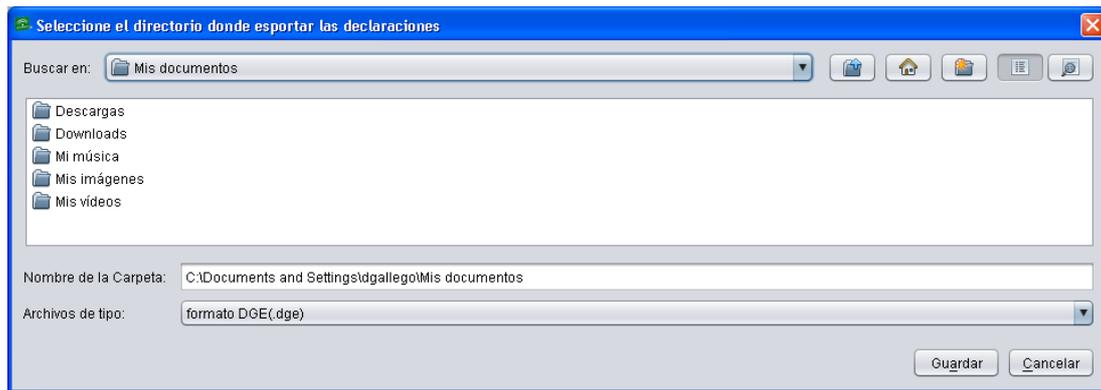
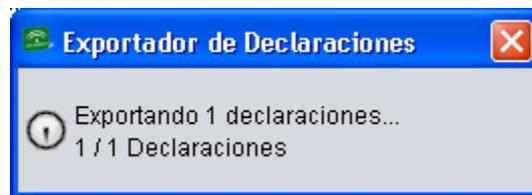
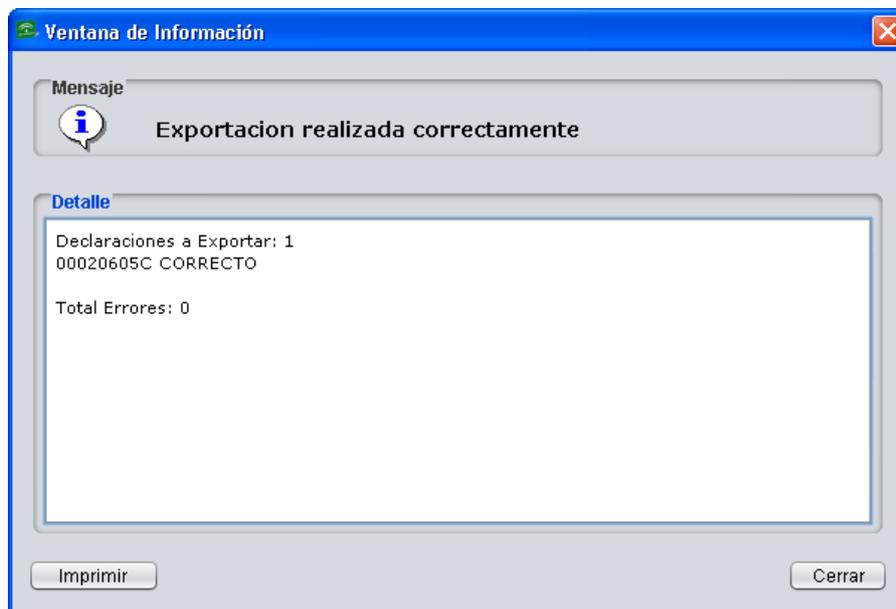

Fig. 308
Fig. 309
Fig. 310
**Importante:** no se indica el nombre, ni el NIF de la explotación, simplemente se selecciona la opción “Guardar” (Fig. 308) y, tras una ventana de procesamiento (Fig. 309) y de confirmación (Fig.310), se genera automáticamente una carpeta denominada “DataExport” con el fichero de extensión “.dge” (una declaración) o “.dgez” (varias declaraciones) en la ruta indicada.